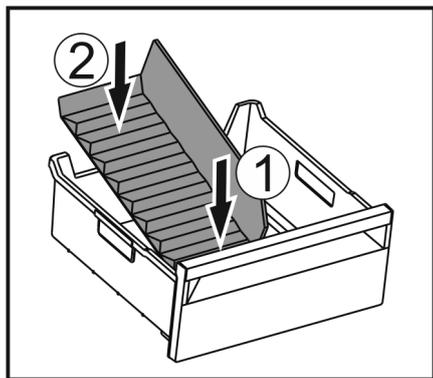

Fig. 148
- ▶ Установите переднюю часть разделителя отделения для льда. Fig. 148 (1)
- ▶ Опустите заднюю часть разделителя отделения для льда на дно выдвижного ящика. Fig. 148 (2)